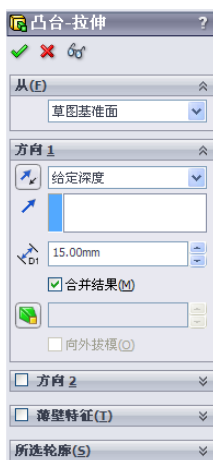
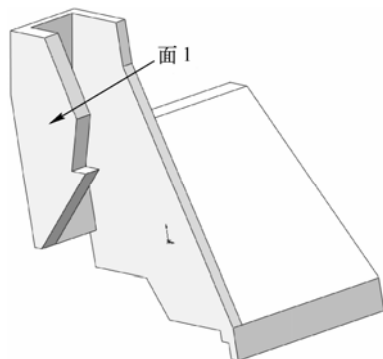

图 13-155 “凸台-拉伸”属性管理器
图 13-156 拉伸实体 4
(10) 拉伸实体 4。选择菜单栏中的“插入”→“凸台/基体”→“拉伸”命令，或者单击“特征”工具栏中的（拉伸凸台/基体）按钮，此时系统弹出如图 13-155 所示的“凸台-拉伸”属性管理器。设置拉伸终止条件为“给定深度”，输入拉伸距离为“15 mm”，然后单击（确定）按钮，结果如图 13-156 所示。
(11) 绘制草图 5。在视图中用鼠标选择如图 13-156 所示的面 1 作为绘制图形的基准面。单击“草图”工具栏中的（直线）按钮，绘制并标注草图如图 13-157 所示。